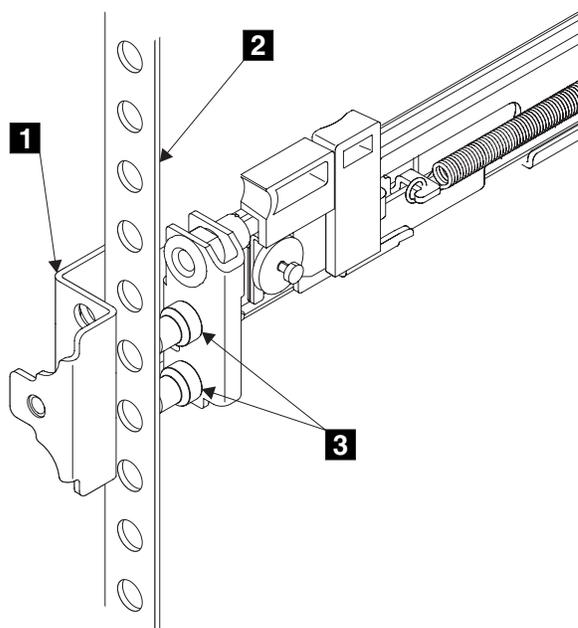

図 46. レールのフロントエンドの取り付け
6. 左レールの前面の端をラック・キャビネットにはめる。前面ブラケットの上端 **1** (図 46) が、ラック上の必要な EIA マーキングに合うように調整します。